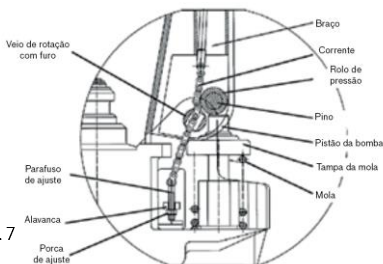

Fig. 7
- Coloque a alavanca de controlo na posição “BAIXO”, depois passe a porca de ajuste e o parafuso de ajuste através do orifício do eixo com a sua mão (Fig. 7).